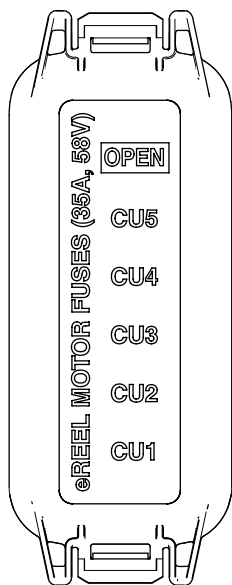

Figura 106
2. Desenganche la base del asiento, incline el asiento y la base para abrirlos, y coloque las varillas de sujeción (Figura 106).